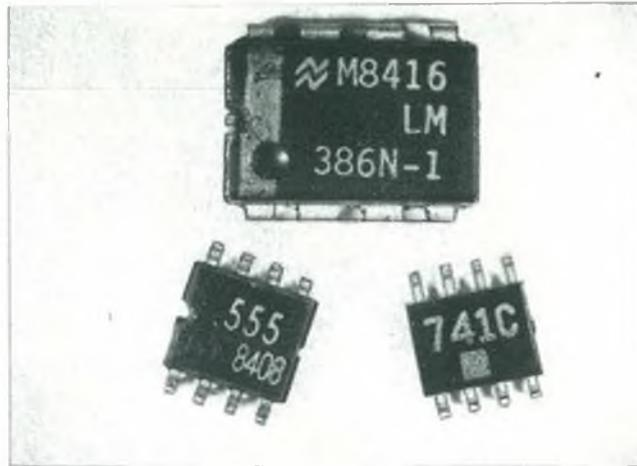
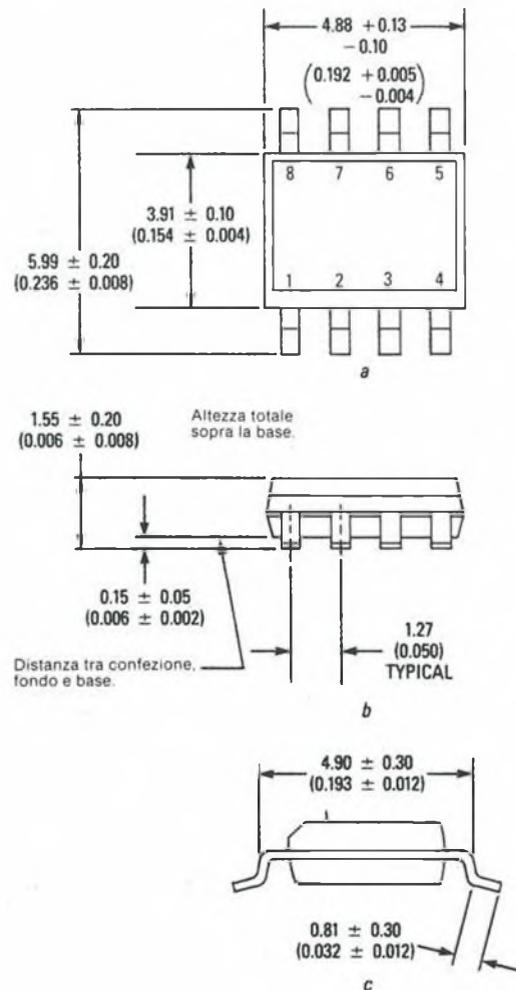

Figura 7. Due circuiti SO e un mini-DIP convenzionale a 8 piedini.
Figura 8. Vista dall'alto (a), vista laterale (b) e vista frontale (c) del circuito SO a 8 piedini della Texas Instruments.
Vari tipi di induttori e trasformatori toroidali senza terminali adatti al montaggio superficiale sono oggi disponibili. I valori delle induttanze variano da poche decine di nH fino a un mH. La Figura 7 presenta alcuni tipi di questi induttori adatti al montaggio superficiale.
I più popolari circuiti integrati per montaggio superficiale, sono i DIP Small-Outline (SO) sviluppati dalla Philips. Un componente SO occupa circa un quarto della superficie richiesta dal suo equivalente DIP. Una importanza ancora maggiore è data dal bassissimo profilo delle configurazioni SO. La Figura 7 presenta due componenti SO a 8 piedini messi a confronto con due mini-DIP convenzionali, sempre a 8 piedini, mentre la Figura 8 mostra un SO a 8 piedini. Da notare che i piedini di un componente SO hanno il centro a 50-mil rispetto 100-mil dei DIP. Mentre i terminali della maggior parte dei componenti sono a forma di ala di gabbiano, i tipi più recenti distribuiti dalla Texas Instruments dispongono di pie-